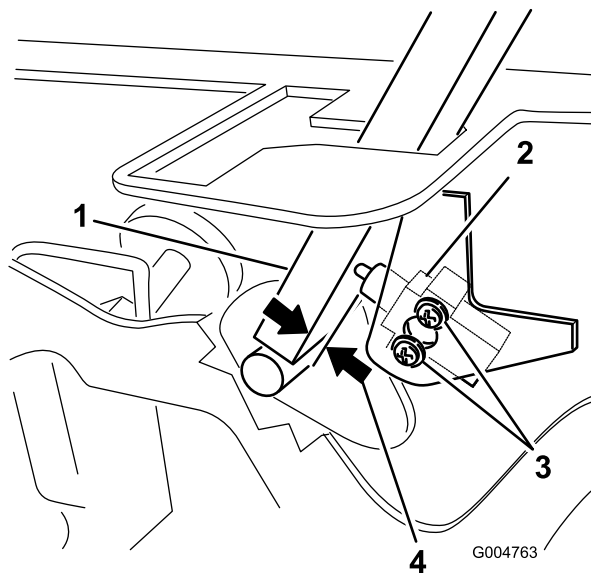

Bild 57
3. Lösen Sie die zwei Schrauben, mit denen der Sicherheitsschalter befestigt ist (Bild 57).
4. Halten Sie den Schaltbügel gegen den Rahmen und schieben Sie den Schalter zum Hebel, bis der Abstand zwischen dem Hebel und dem Schaltergehäuse 0,4 bis 1 mm beträgt (Bild 57).